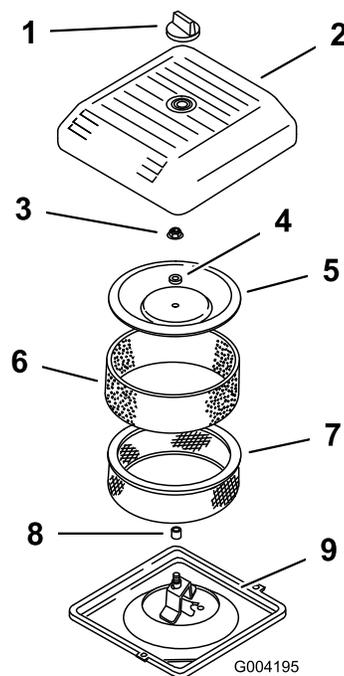

图43
3. 拧下旋钮并取下空气滤清器盖(图43)。
4. 小心将泡沫预滤器滑出纸质滤芯图43。
5. 拧下护罩螺母并取下护罩、隔片和纸质过滤器(图43)。
2. 将空气滤清器总成放到空气滤清器基座上 (图43)。
3. 安装护罩、隔片、并使用护罩螺母固定 (图43)。上紧螺母扭矩至 11N·m。
4. 安装空气滤清器盖、使用旋钮固定 (图43)。